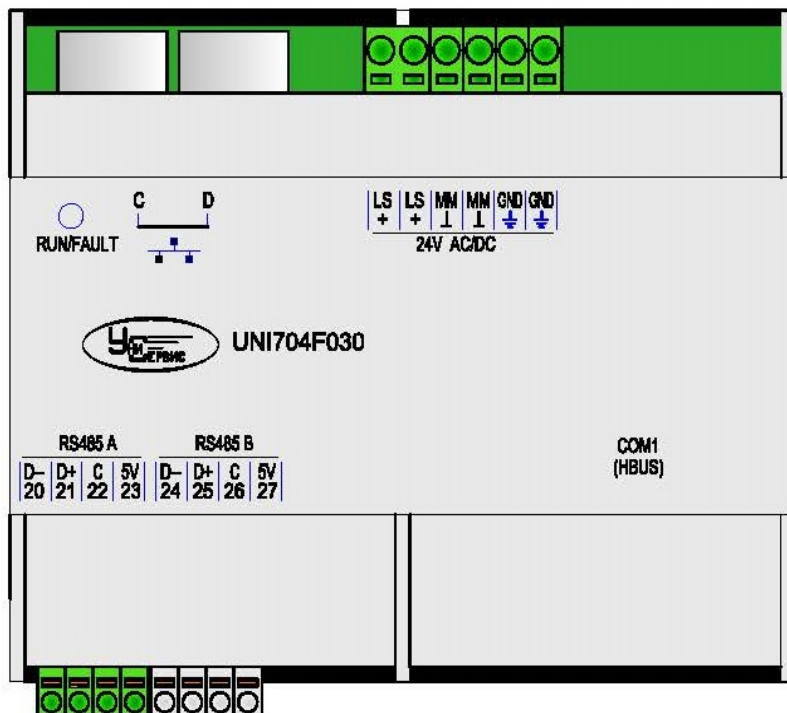

Рис. 2.2. Внешний вид контроллера, исполнение UNI704F030.
- 2.1 Контроллеры UNI704 (внешний вид - см. рис. 2.1, рис. 2.2) применяются в системах удаленного сбора данных, автоматического управления и мониторинга состояния технологического инженерного оборудования, работающего в различных условиях эксплуатации.
- 3.3 Контроллер исполнения UNI704F030 (внешний вид – см. рис. 2.2) целесообразно применять в случаях, если объекты автоматизации сосредоточены преимущественно в отдельных технических помещениях (например, венткамерах). Данный вариант исполнения предусматривает, что вместе с контроллером UNI704 будут применяться модули ввода/вывода UNI740IO, а также блок питания UNI704PS024, образующие при монтаже в щите автоматики единую модульную конструкцию, объединяемую шиной HBUS, через которую осуществляется питание контроллера и модулей, а также обмен данными по интерфейсу RS-485.